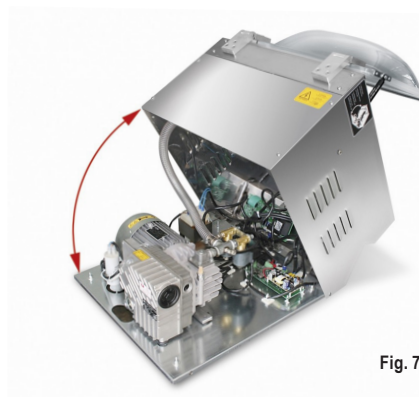
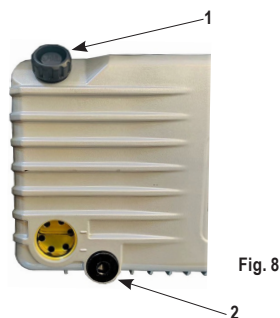

Fig. 7
Fig. 8
- Ribaltare il carter in avanti (Fig. 7)
- Allentare ed asportare totalmente il tappo a vite posto vicino alla spia di livello (Punto 2, Fig. 8).
- Per ottenere una rapida espulsione dell'olio, svitare ed asportare il tappo di riempimento (Punto 1, Fig. 8).
- Una volta scaricato completamente il serbatoio, inserire nuovamente il tappo a vite (Punto 2, Fig. 8) e serrarlo bene.
- Una volta raggiunto il livello massimo indicato dalla spia (a circa 3/4 della spia del livello) serrare bene la bocchetta di riempimento (Punto 1, Fig. 8) e ri-chiudere il carter (Fig. 7 - 6) con le apposite viti.